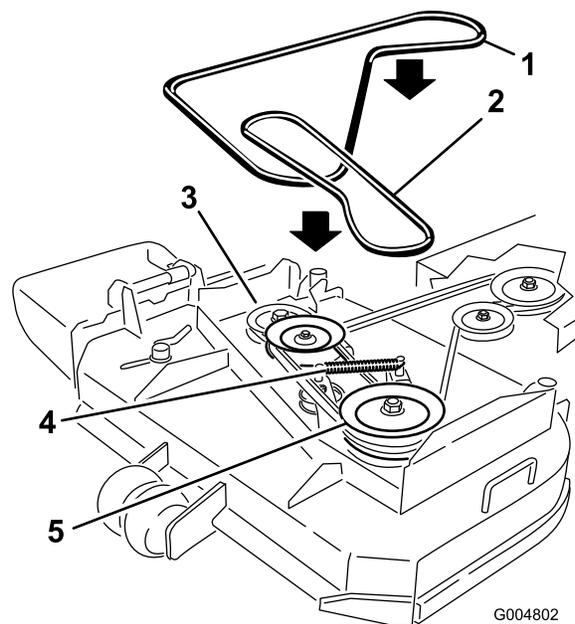

Bild 37
6. Haken Sie die Spannscheibenarmfeder aus, um die Feder am Spannscheibenarm und der Spannscheibe zu entspannen. Entfernen Sie dann den abgenutzten Mähwerkriemen (Bild 37).
7. Verlegen Sie den neuen Mähwerkriemen um die zwei äußeren Spindelriemenscheiben, die Spannscheibe und in der unteren Rille der Doppelspindel-Riemenscheibe (Bild 37).
8. Befestigen Sie die Feder des Spannscheibenarms (Bild 37).
10. Stellen Sie die Riemenführung auf einen Abstand von 3 mm zum Riemen ein (Bild 37).